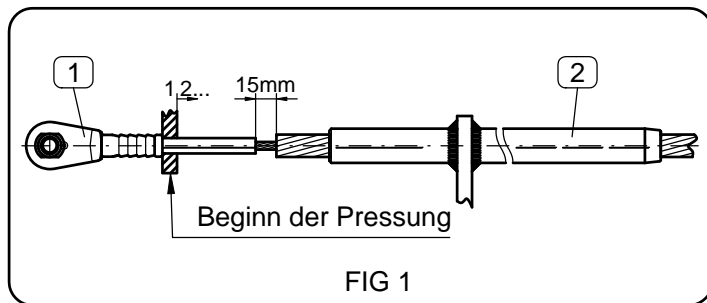
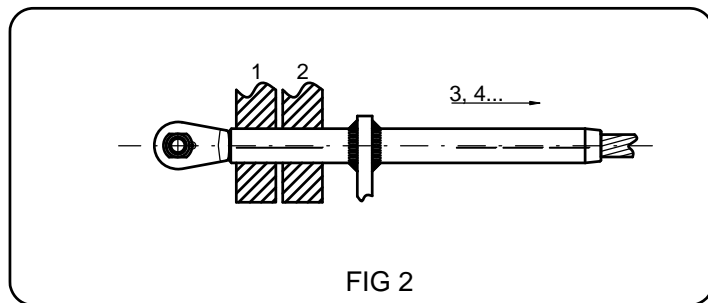

FIG 1
FIG 2
- 3) Shove the aluminium sleeve (2) onto the end of conductor.
- 4) Shove the clevis steel sleeve (1) onto the steel core, unwrapping the PVC tape. Insert the steel core into the sleeve until it stops. When assembled correctly, the distance between steel sleeve and aluminium shell of conductor is 15mm (FIG. 1).
- 6) Shove the aluminium sleeve (2) down to the steel clevis. Remove the tape tape.
- 7) Compress aluminium tension sleeve following the instruction marks for pressing, using appropriate compression insert (see stamped marking on sleeve). Starting to press at the side of the steel lug down to the end of the aluminium sleeve (FIG. 2).
- 3) Aluminiumhülse (2) auf Seilende schieben.
- 4) Stahlhülse mit Gabel (1) auf Stahlseele schieben, dabei Wickelband entfernen. Die Stahlseele muss bis zum Anschlag in die Bohrung eingeführt werden. Bei richtiger Montage soll der Abstand zwischen Stahlhülse und Al-Mantel 15mm betragen (siehe FIG. 1)
- 5) Die Stahlhülse wird vom Seilende aus in Richtung Al-Mantel (FIG. 1) mit dem passenden Presseinsatz verpresst (siehe Markierung auf Hülse), entsprechend den Markierungen. Ob schmal oder breit verpresst wird, hängt von den Werkzeugen und Einsätzen ab, die für die Montage zur Verfügung stehen.
- 6) Aluminiumhülse (2) zurückschieben bis vor den Bund des Gabel-, bzw. Ösenstückes. Dabei das Wickelband entfernen.
- 7) Aluminum-Presshülse gemäß der Pressmarkierungen mit dem passenden Presseinsatz (siehe Markierung auf Hülse) verpressen. Reihenfolge der Pressungen von der Seite der Stahl-Presshülse zum Rohrende (FIG. 2).